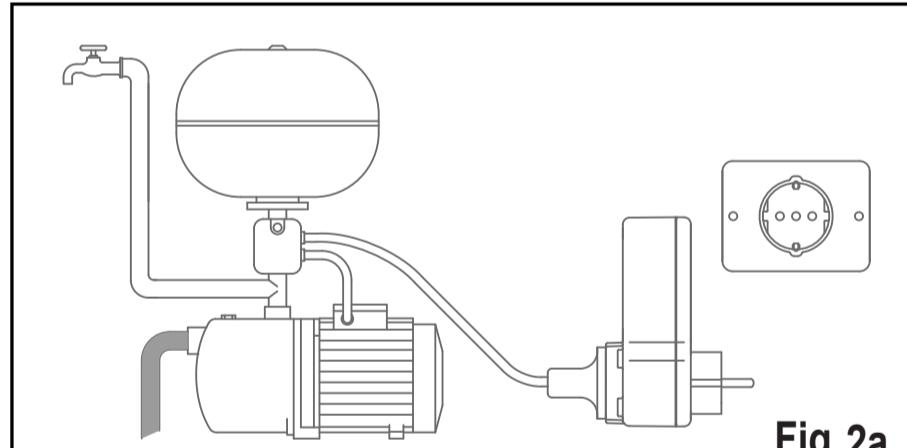

Fig. 2a
- Brancher la fiche du câble d'alimentation du moteur de la pompe dans l'appareil (Fig. 2a)